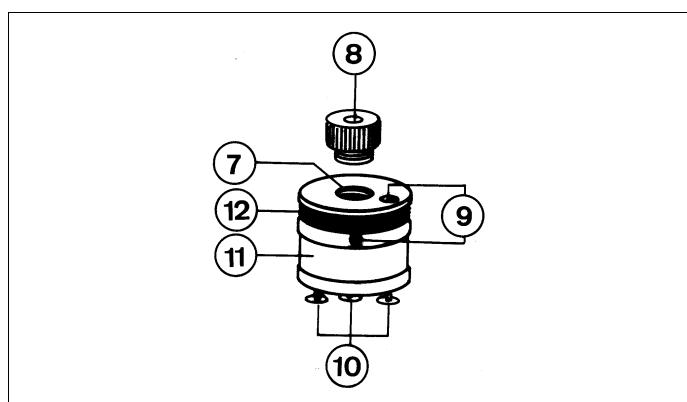

Fig. 3
2.2 Calorimètres (388 01-04); voir fig. 3
- ⑦ Perçage pour le thermomètre (388 05) et la sonde de température par ex. 666 193; trou borgne à la fin du perçage pour garantir une position définie de la sonde de température; avec joint (7.1) constitué d'une bague en caoutchouc placée entre 2 rondelles en laiton
- ⑧ Bouchon fileté
- ⑨ Douille de raccordement de 2 mm de l'enroulement chauffant (pas avec 388 01) pour l'alimentation en tension par câble de raccordement (388 06)
2.2 Cuerpos calorimétricos (388 01 al 04); ver la Fig. 3
- ① Fiches de 2 mm pour douilles de 2 mm ⑨ des calorimètres (388 02/03/04), voir fig. 1 et fig. 3
- ② Fiches de 4 mm pour douilles de 4 mm de l'alimentation en courant ainsi que de l'ampèremètre-voltmètre
Dévisser le bouchon (voir fig. 3).
- ① Conector de 2 mm para los clavijeros de 2 mm ⑨ de los cuerpos calorimétricos (véase la Fig. 3)
- ② Conector de 4 mm para los clavijeros de 4 mm de la fuente de corriente, así como de un voltímetro y amperímetro
Retirar el tornillo tapón (véase la Fig. 3).